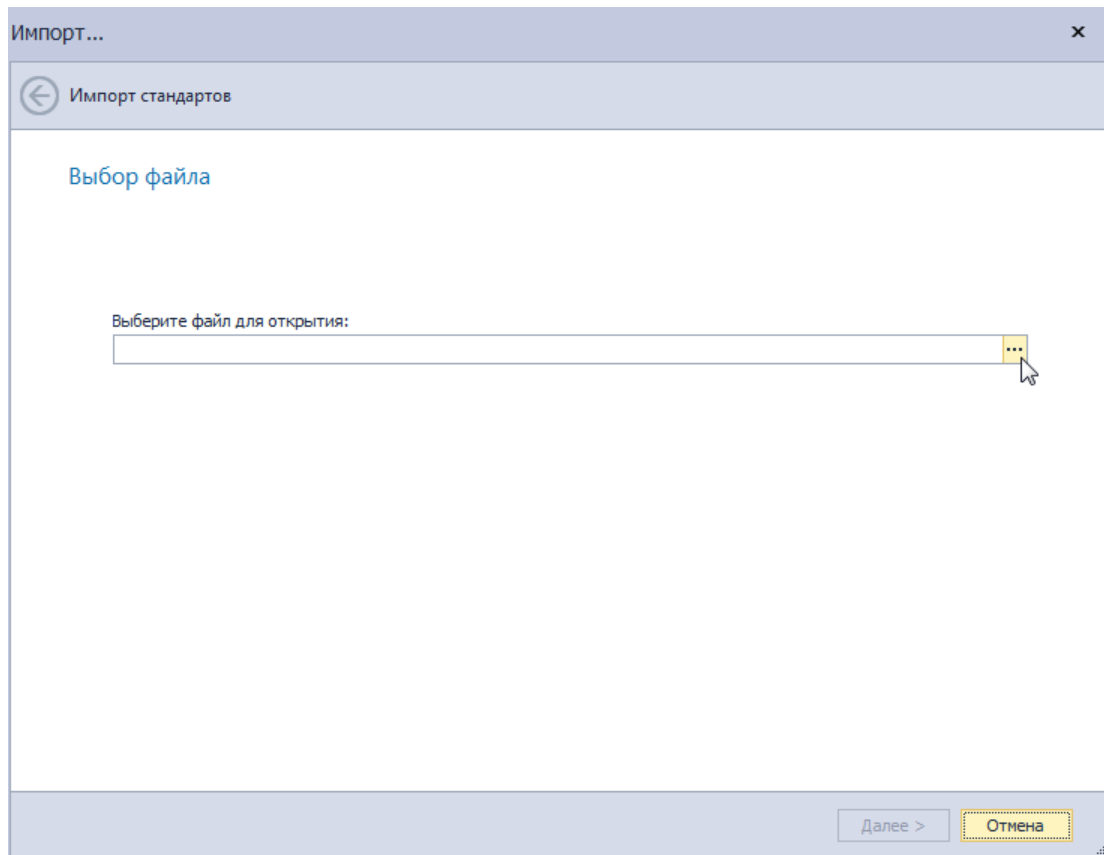

Рис. 17 Указание пути и выбор импортируемого файла
3. На следующем этапе укажите путь импортируемого файла, нажав ..., Рис. 17.